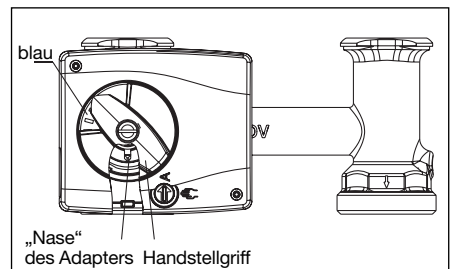

Abb. 5.5 3-Wege-Mischhahn Vorlauf links
- Dazu die Muffe (5) und den Stopfen (6) lösen
- Muffe (5) und Stopfen (6) mit einem Drehmoment von 30 Nm anziehen
8. Adapter auf Mischerküken (s. Abb. 5.5) aufsetzen / Abflachung am Mischerküken beachten!